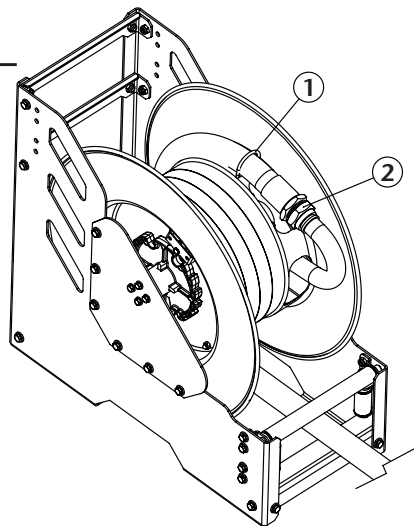

Fig. 5
2. Conectar a nova mangueira à entrada da mangueira - pescoço (2) , colocar a abraçadeira em U (1) (Fig. 5), de forma que a mangueira mantenha-se firme na roda, e começar a enrolar a mangueira na roda manualmente, girando a roda.
2. Retirar a abraçadeira U (1) afrouxando as porcas e desconectar a mangueira, desconectando a extremidade presa no interior da roda (pescoço de gancho) (2) (Fig. 5).